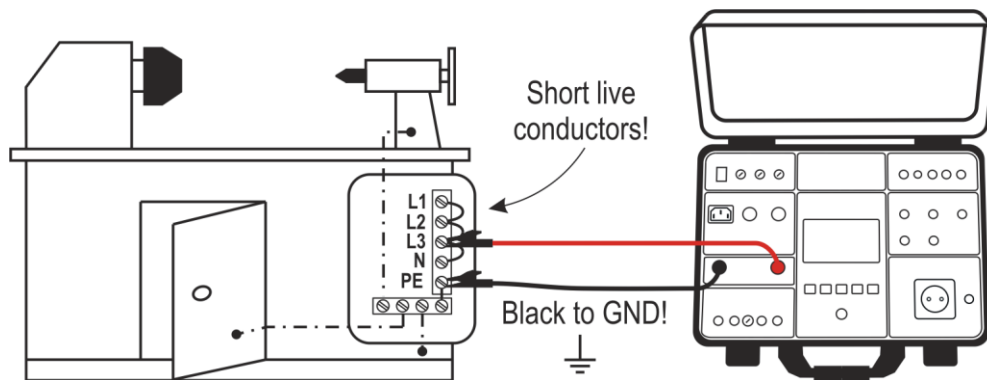

Fig. 33: Conexión de las puntas de prueba en las función MΩ
6. Conecte las puntas de prueba de acuerdo con la Fig. 33